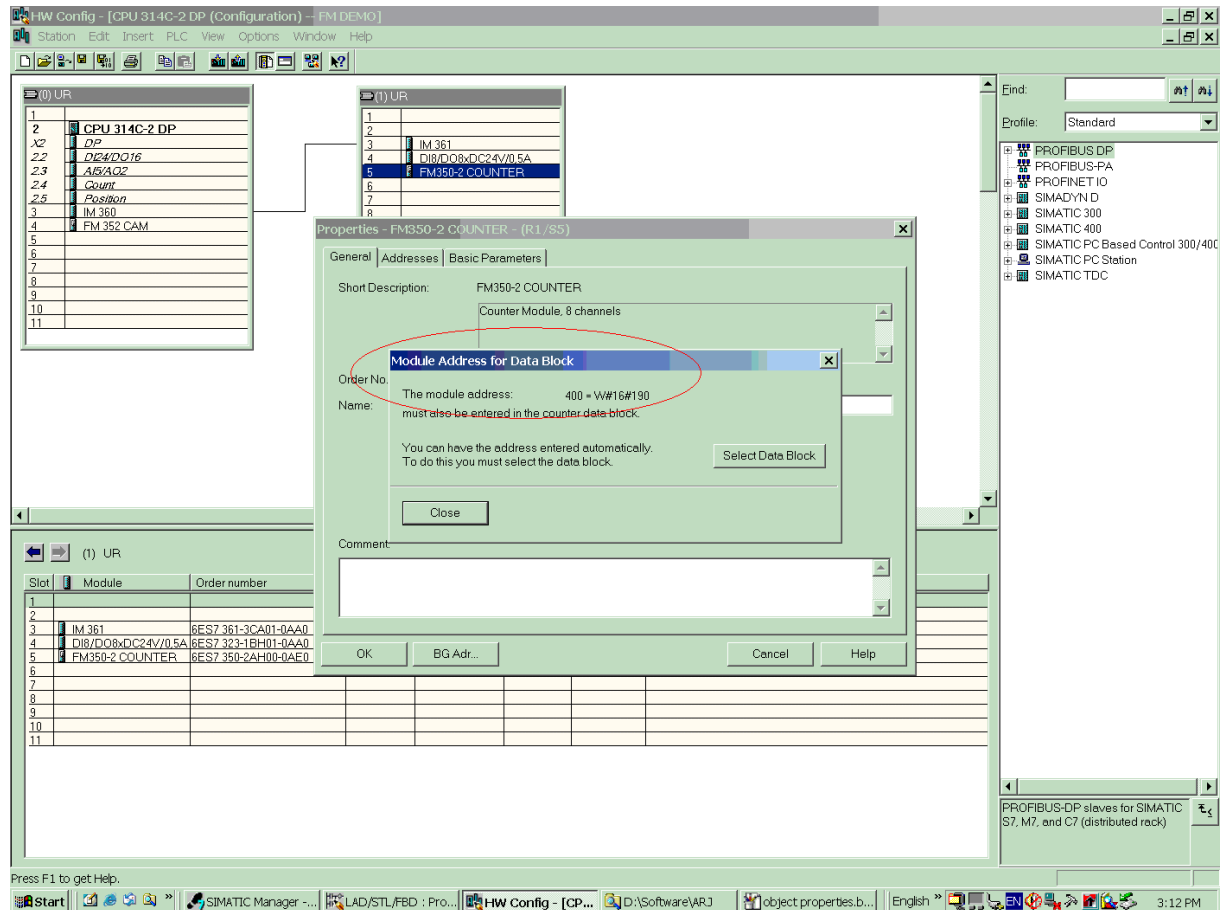

图 5
- 在 Object Properties 中，点击 Basic Parameters，可以看到一个窗口 “Module address for data block”，你可以点击 “Select data block”，选择自己项目中已经生成的 data block，如图 5。